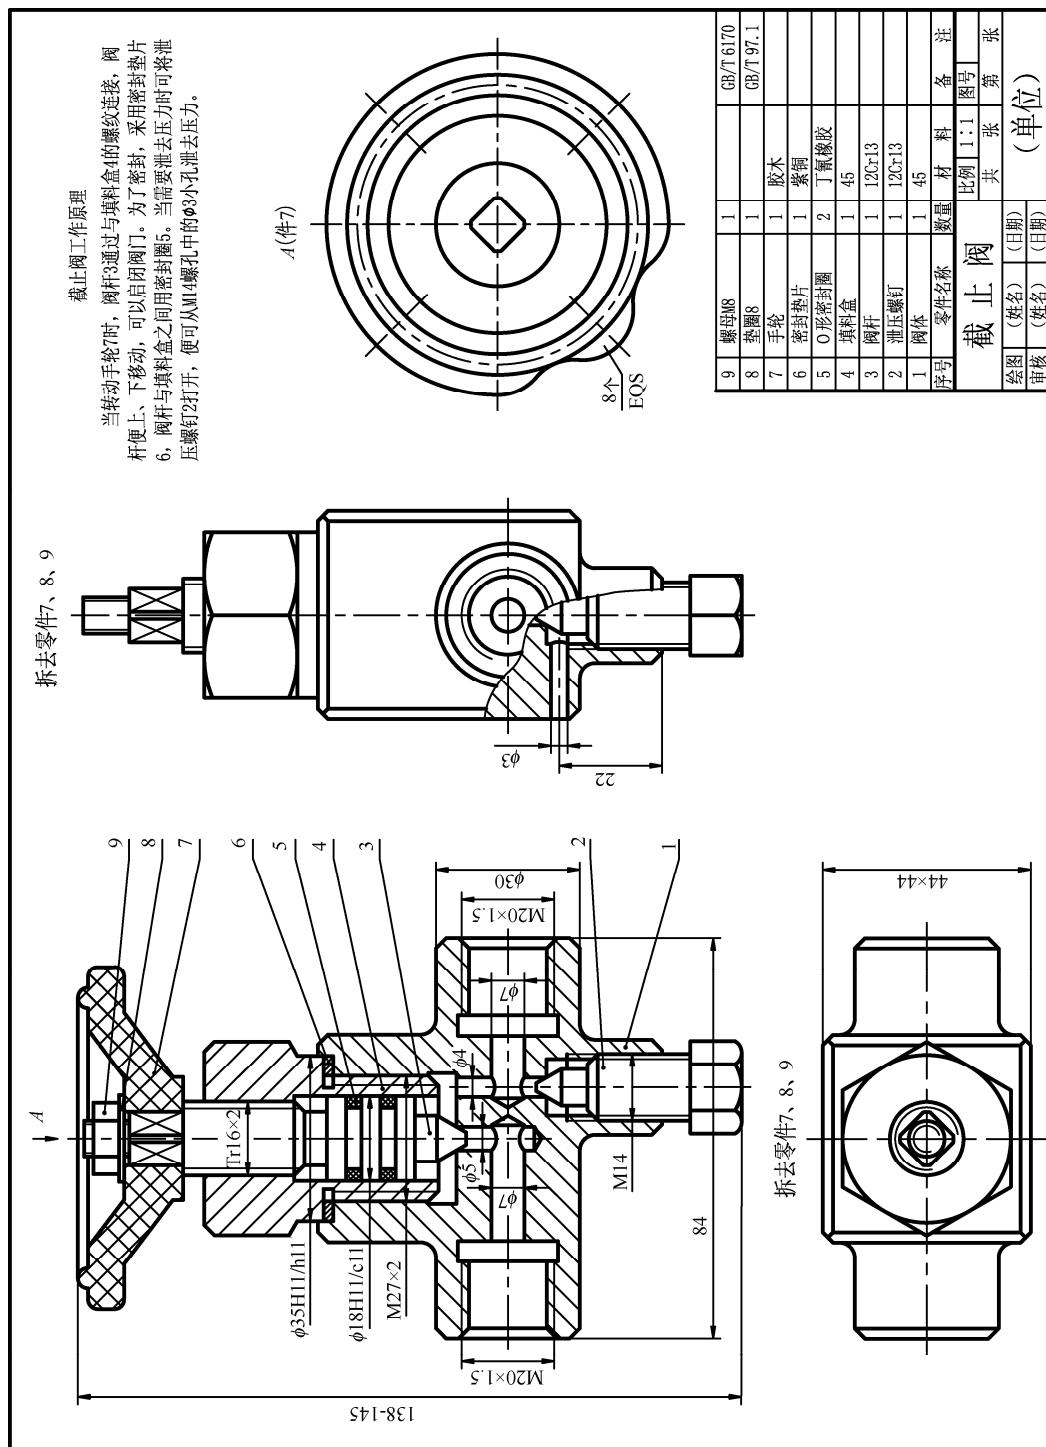

图 3-5
(1) 该零件的材料牌号是\_\_\_\_\_, 用了\_\_\_\_\_个基本视图表达, A 向视图是\_\_\_\_\_视图, A 向视图中⑦所指的细实线是\_\_\_\_\_线。
(2) 该零件长度方向的主要尺寸基准是序号\_\_\_\_\_所指的几何要素。
(3) 左视图中的尺寸 b 是\_\_\_\_\_mm。
(4) 画出右视图外形图 (虚线不画, 尺寸从图中量取)。
5. (本小题共 12 分, 每空 1 分, 画图 6 分) 看懂图 3-5 所示装配图, 回答下列问题: